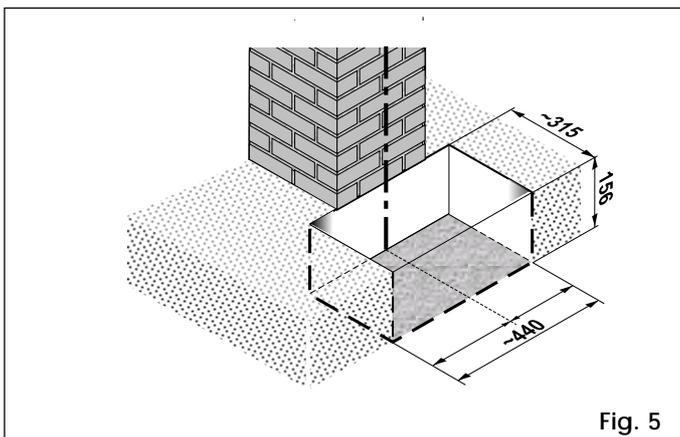

Fig. 5
- 1) Eseguire uno scavo di fondazione come da fig. 5.